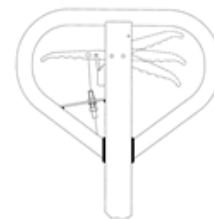

Abbildung 9
Sie die können den Hebel wie folgt einstellen, falls erforderlich (Abb. 9):
- Wenn sich die Gabeln nicht absenken, wenn sich der Bedienhebel in der Position **Senken** befindet, drehen Sie die Einstellmutter im Uhrzeigersinn, bis das Heben des Bedienhebels zum Absenken der Gabeln führt. Überprüfen Sie dann die Position **Neutral** gemäß Abb. 9 und stellen Sie sicher, dass sich die Einstellschraube in der richtigen Position befindet.